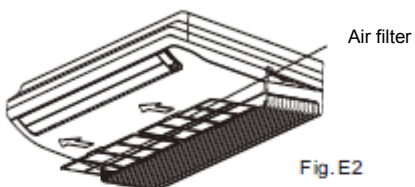

Fig. E2
2. Wymij filtr powietrza (patrz Fig.E2).